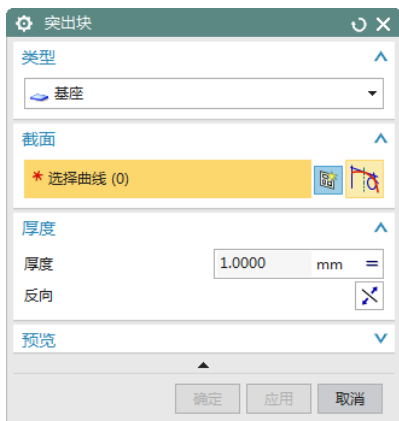

图 6-21 “突出块”对话框
(1) 选择“菜单(M)”→“插入(S)”→“突出块(B)”，或者单击“主页”选项卡“基本”面组上“突出块”按钮 ，打开如图 6-21 所示的“突出块”对话框。